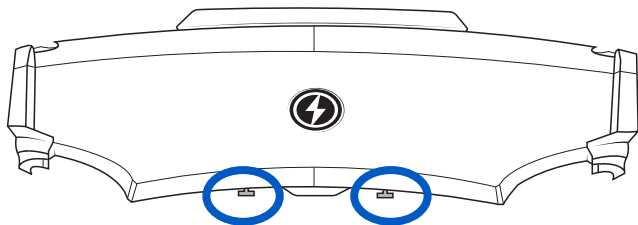

Figure 13 - Emplacement des poignées d'ouverture du capot
1. Placez-vous devant le véhicule et repérez les leviers d'ouverture (**Figure 13**), situés de chaque côté sous l'avant du capot.